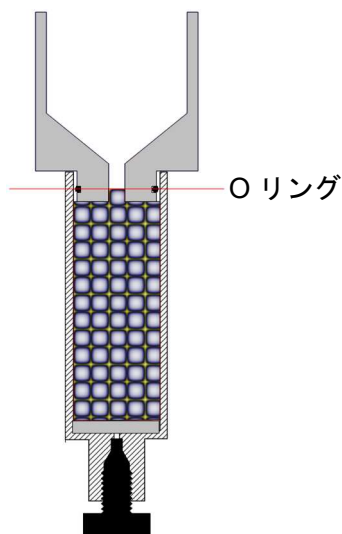

図 4
- 9) カラムチューブの底にストッププラグを取り付け、パッキングリザーバーに残ったスラリーを取り除きます(写真 4)。また、ピペットを使用して O リングより上まで余分なスラリーを取り除きます(図 4 および写真 5 参照)。